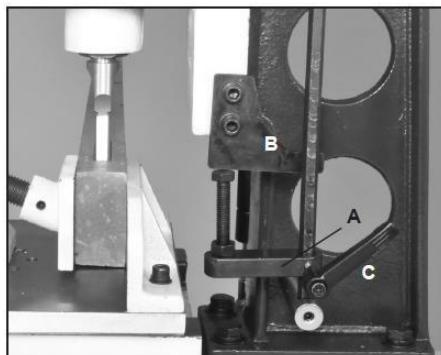

Рис. 14
2. Установите стопорную пластину (поз. 81, Рис. 14, А) на направляющем стержне колонны (поз. 10) так, чтобы болт (поз. 79) уперся в ограничительную пластину (поз. 12), расположенную на головке станка.